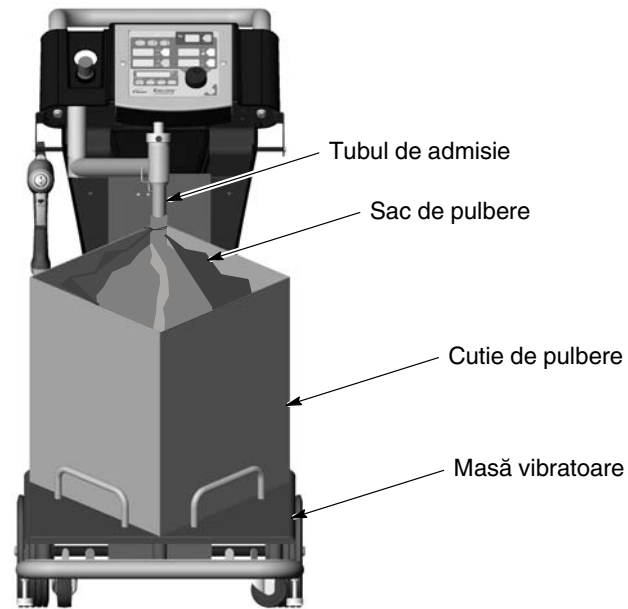

Figura 4-2 Pornirea cutiei de pulbere
2. Vezi Figura 4-2. Așezați o cutie cu pulbere pe masa vibratoare.